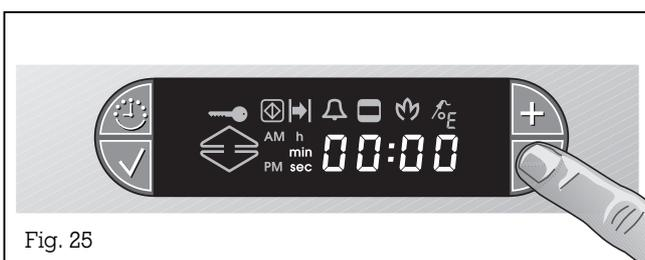

Fig. 25
- Appuyez sur la touche - (fig. 25).